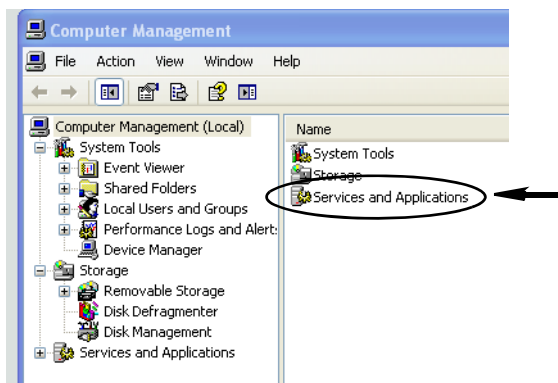

Рис. 35
2. Щелкните дважды по значку «Службы и приложения» (Рис. 35).